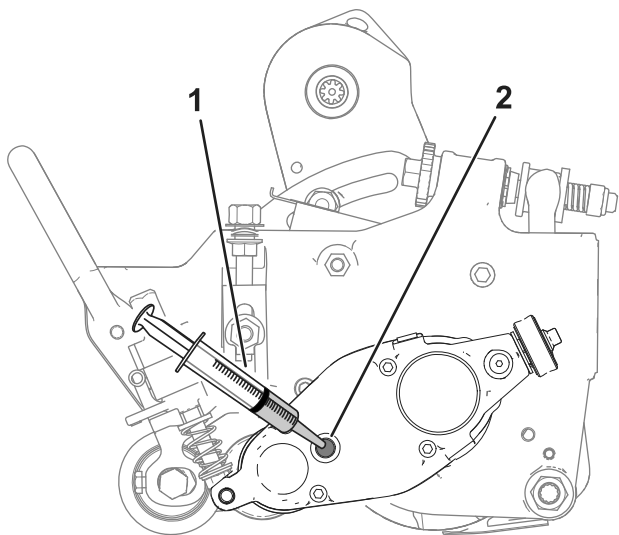

Figure 24
6. Agitez doucement l'unité de coupe d'avant en arrière pour vidanger complètement l'huile du carter. Une fois la vidange d'huile terminée, placez l'unité de coupe sur une surface plane et horizontale, comme montré à la Figure 24.
8. Avec une seringue (réf. 137-0872), remplissez le boîtier d'entraînement de 50 cm3 d'huile 80-90W (Figure 24).